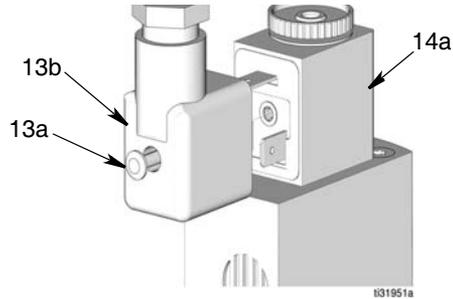

ABB. 6
8. Schraube (13a) auf der Rückseite der Mini-DIN-Magnetschaltverbindung (14a) lösen und vom Magnetventilstecker (14a) abziehen (ABB. 6).